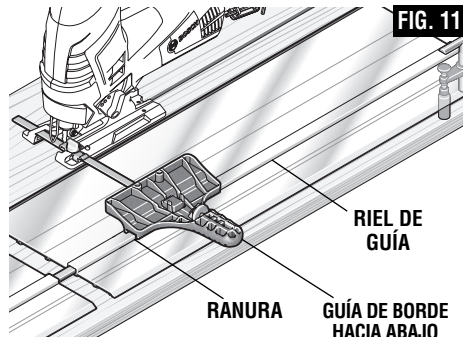

FIG. 11
1. Introduzca la barra de la guía a través de la abrazadera del pomo de fijación y luego a través de las ranuras provistas en el pie, desde cualquiera de los lados de dicho pie, con la guía de borde orientada hacia ABAJO (Fig. 11).
3. Enganche la abrazadera del pomo de fijación sobre el borde de la placa-base, ajuste el tope-guía a la anchura deseada y apriete firmemente la abrazadera del pomo de fijación (Fig. 11).